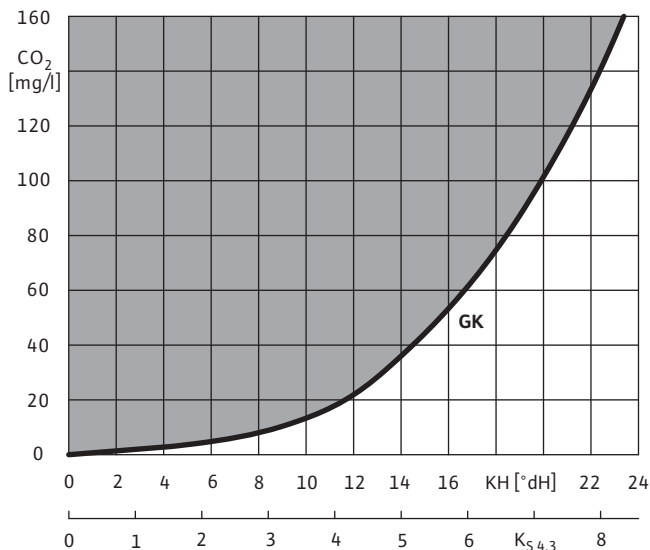

Рис. 2: Химическая устойчивость отслоившегося защитного налета к содержащейся в воде углекислоте.
- Химическая устойчивость отслоившегося защитного налета к содержащейся в воде углекислоте согласно рис. 2. Основной параметр: содержание свободного  $CO_2$  и карбонатная жесткость или кислотная ёмкость  $K_{S\ 4,3}$  (агрессивная зона соответствует содержанию  $CO_2$  в свободном, несвязанном состоянии).